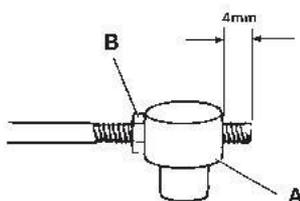

Fig. 8
- Vissez le pivot (A fig. 8) sur la tige de manière à laisser dépasser 4 mm de la tige (voir fig. 8). Sécurisez le pivot en serrant l'écrou (fig. B 8).
- Vissez le pivot à la tige de manière à laisser dépasser 4 mm de la tige (voir fig. 8).
- Sécurisez le pivot en serrant l'écrou. (B fig. 8)